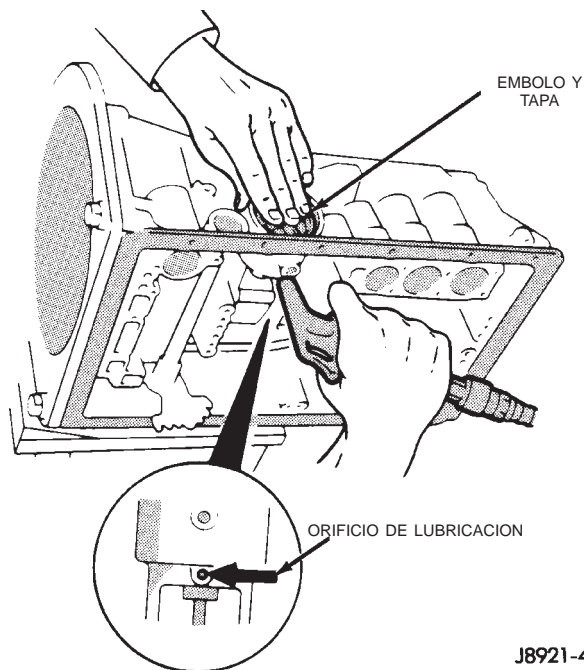

Fig. 74 Desmontaje de la tapa del servomecanismo y émbolo
(3) Retire el émbolo del servomecanismo y la tapa con aire comprimido. Aplique el aire comprimido a través del orificio de lubricación de la maza del servomecanismo para aflojar el émbolo y extraerlo del hueco (Fig. 74).